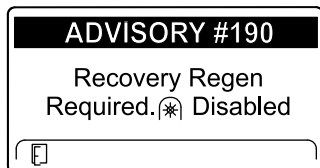

Figura 49
- Richiesta di rigenerazione di recupero – disabilitazione della presa di forza ADVISORY #190 (Figura 49)